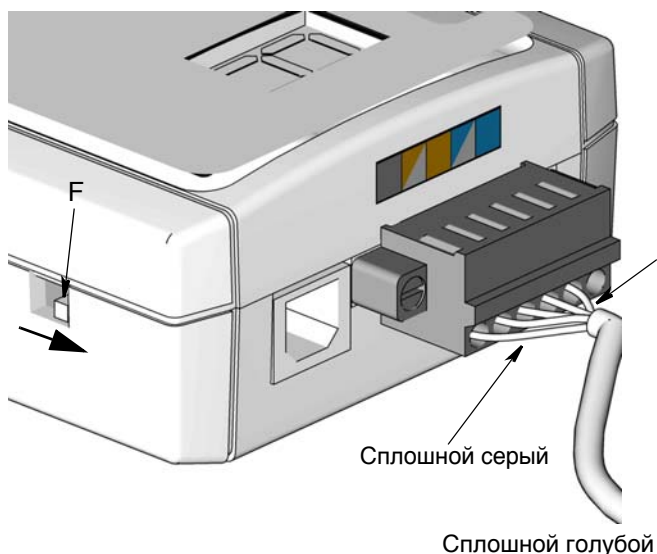

Рис. 9
ПРИМЕЧАНИЕ. Определение на Рис. 9 сплошного серого и сплошного голубого провода используется для обеспечения правильной ориентации компонентов при соединении приемопередатчика к кабелю RS422
Обратите внимание на положение и цвет проводов на схеме электрических соединений (Рис. 9), чтобы правильно подсоединить RS422-кабель к приемопередатчику.
2. Подсоедините USB-разъем (1) в USB-порт компьютера (2). Сначала вставьте круглый штекер трансформатора напряжения в разъем питания приемопередатчика (A), а затем подключите трансформатор в розетку с заземлением (120–240 В, переменный ток).
3. Переключатель (F) должен находиться в правильном положении для соединения RS422. Настройки переключателя см. на Рис. 9.